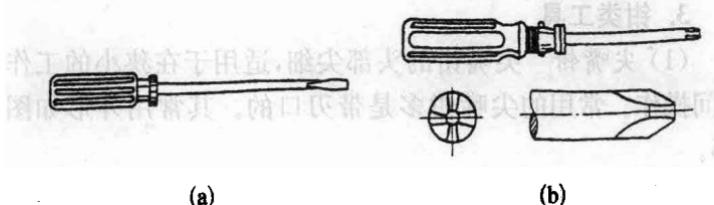

图 1-3 螺丝刀
(1) 式样 样式和规格较多,按头部形状分,常用的有一字形、十字形和专用形等多种;按握柄材料分,常用的有木柄、塑柄和胶柄等多种(图 1-3)。